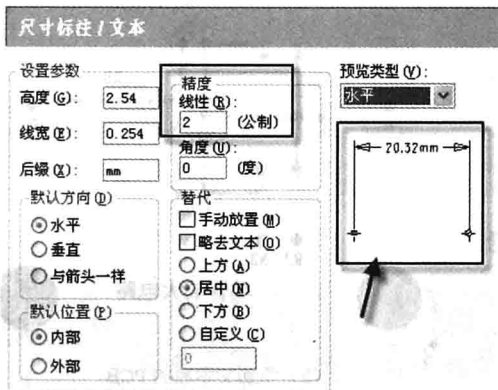

图 5-81 设置线性精度
(1) 设置当前设计单位为公制。输入“u mm”并按【Enter】键，即将当前设计单位设置为公制。
(2) 设置标注误差为小数点后两位。执行菜单命令【工具】→【选项】，将“尺寸标注/文本”标签页下的精度设为 2，如图 5-81 所示。